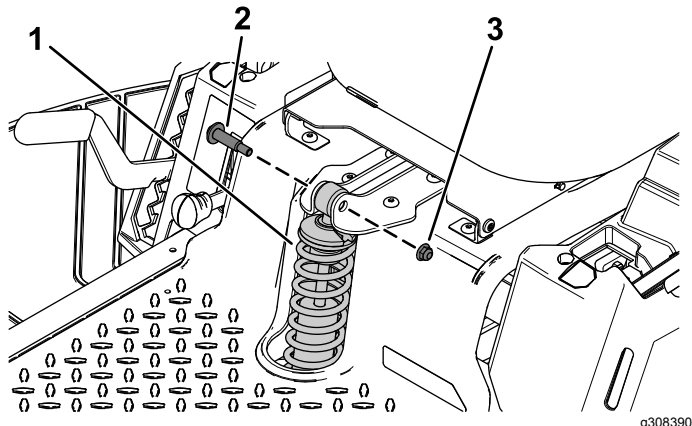

Figura 1
2. Remova os dois parafusos com olhal e duas porcas de bloqueio ( $\frac{3}{8}$  pol.) que prendem a mola frontal existente (Figura 1).
3. Remova a mola frontal existente (Figura 1).
Instale a nova mola utilizando os dois parafusos com olhal e duas porcas de retenção ( $\frac{3}{8}$  pol.) previamente removidos, como se mostra na Figura 1.